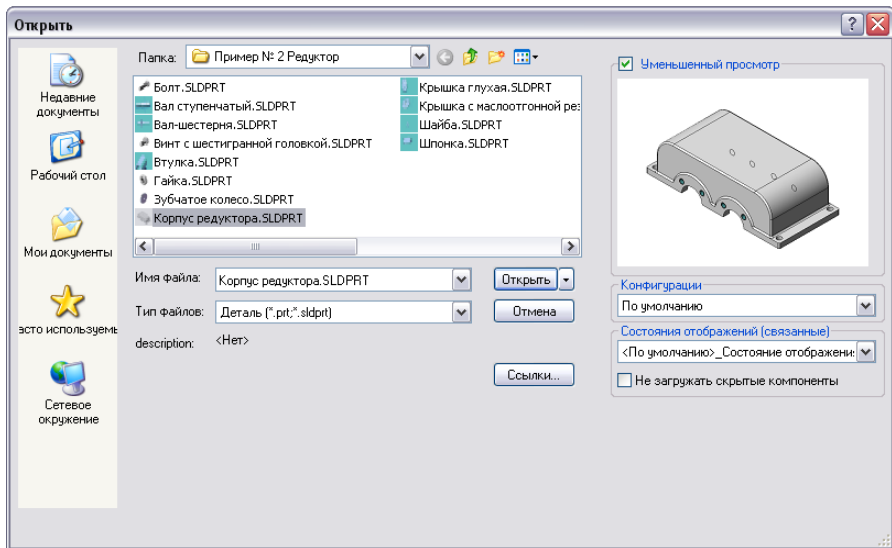

Рисунок 11.24 - Додавання деталі в простір складання
1. Помістимо в складальний простір деталь «**Корпус редуктора**», для цього активізуємо команду меню «**Вставка | Компонент | Из файла**» або скористаємося кнопкою - «**Вставить компоненты**» панелі інструментів «**Сборка**». У вікні «**Вставить компонент**» натиснемо кнопку «**Обзор**», виберемо елемент «**Корпус редуктора.SLDPRT**» і натиснемо кнопку «**Открыть**» (рис. 11.24).